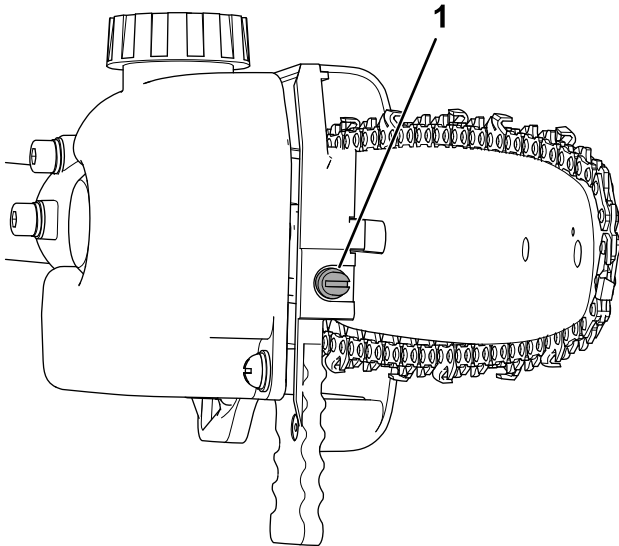

Figura 14
5. Ajuste la tensión de la cadena usando el tornillo tensor de la cadena (Figura 14), y luego sujete la cubierta lateral a la sierra de pértiga girando
3. Afloje la cadena girando el tornillo de apriete de la cadena en sentido antihorario (Figura 14).